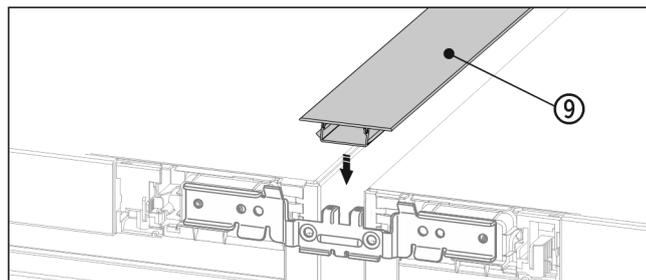

Fig. 21
- ▶ 在表面, 将短护板条 Fig. 21 (9) 压入水平缝隙中。